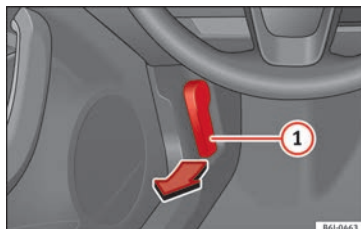

Bild 6 Lossa spaken vid förarens fotutrymme.
- Öppna motorhuv: Dra i spaken under instrumentbrädan »» bild 6 ①.